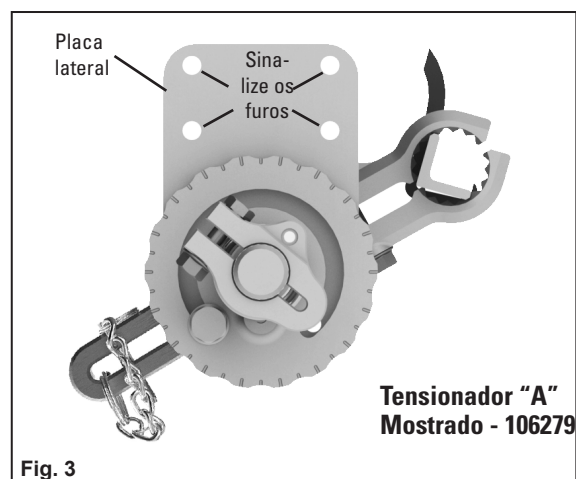
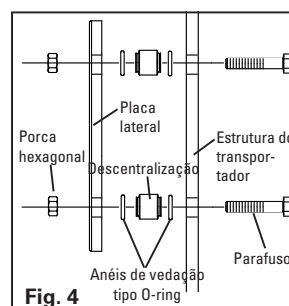

Fig. 3
Fig. 4
7. Os furos para parafusos precisam ser transferidos por punção para a estrutura do transportador de acordo com os furos dos grampos da placa lateral do FGS, de acordo com a Fig. 3, de tal forma que pelo menos dois grampos de cada lado possam ser instalados. Se a montagem do raspador foi fornecida com parafusos de descentralização, instale de acordo com a Fig. 4. Se não são necessárias descentralizações, instale as placas laterais de acordo com a Fig. 5.
9. Fure todos os furos de forma inversa usando uma broca de 8 mm. Pelo menos dois furos para parafuso são necessários por placa lateral conforme notado no diagrama de furo para parafuso (Fig. 3).
12. Anexe a placa lateral oposta de acordo com a Fig. 4 ou Fig. 5.